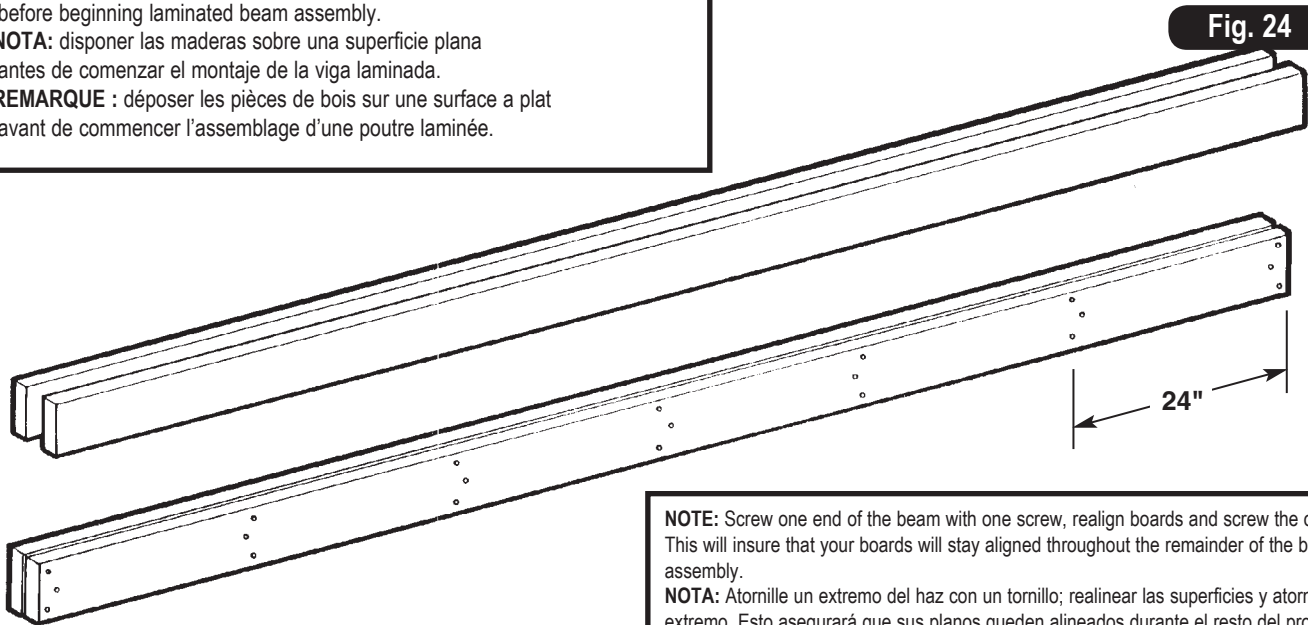

Fig. 24
3. From the end of each board, measure and place a mark at 24" intervals (Fig. 24).
3. Desde el extremo de cada tabla, medir y colocar marcas a intervalos de 24" (Fig. 24).
3. À partir de leur extrémité, mesurer et marquer chaque planche à des intervalles de 24 po (600 mm) (fig. 24).